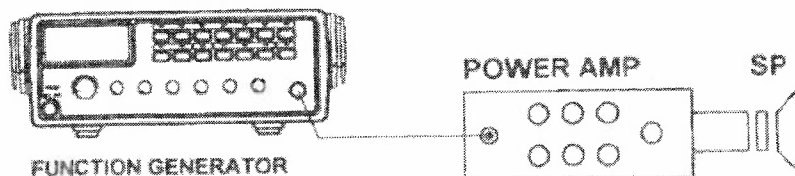

Figura 11
- Consulte a figura 11 para conexão.